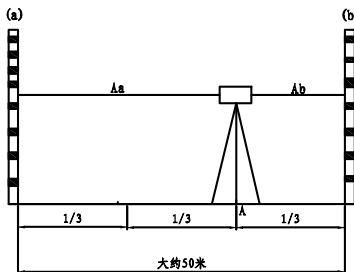

图1
1. 如图 1 所示，将仪器安置三脚架上，并使脚架位于相距约 50 米的两根水准